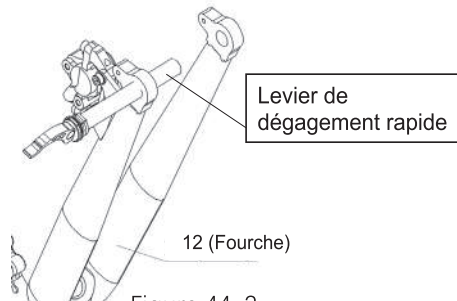

Figure 44-2.
b. Retirer le levier de dégagement rapide de la pièce 12, comme illustré à la Figure 44-2.